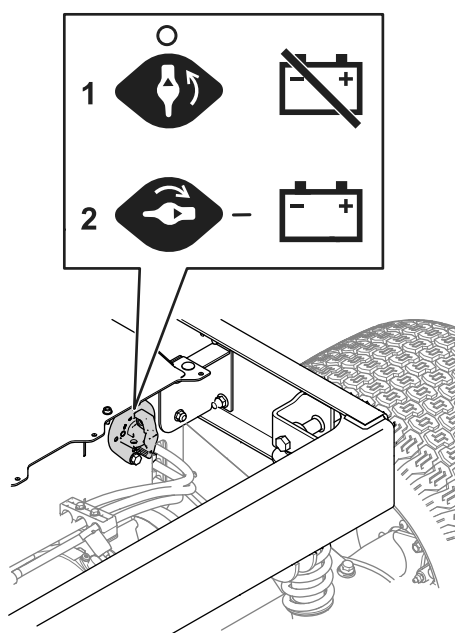

Figura 1
4. Gire el interruptor de desconexión de la batería a la posición de APAGADO (Figura 1).